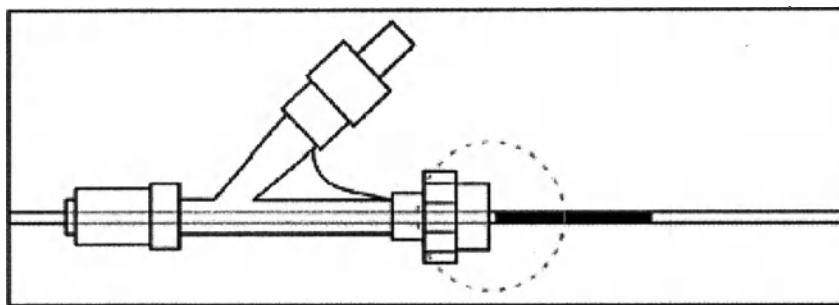

Рис.3.1
9. Продвигайте толкатель до тех пор, пока рентгеноконтрастный маркер спирали не достигнет вращающегося гемостатического клапана. В этот момент следует начать рентгеноконтрастный контроль (см.рис.3.1).